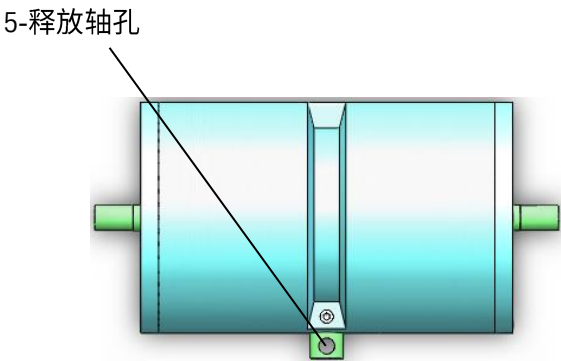

图 8-5 释放轴孔的正确位置
- 2) 用释放杆 3 端部的内六角扳手（或 M6 的内六角扳手）将锁紧状态的定位螺钉 2 松动至释放轴 1 可以自由转动（如该电磁铁的型号为 16E1^①，则跳过此步骤）；
- 6) 在保证释放轴孔 5 的位置竖直向上的情况下（见图 8-5），将定位螺钉 2 拧紧，使释放轴 1 不能转动。（如该电磁铁的型号为 16E1^①，则跳过此步骤）
- c) 正常运行时，务必保证：释放轴孔的位置竖直向上（见图 8-5），定位螺钉（见图 8-4）拧紧，且释放轴不能转动。释放杆须放在机房墙壁羊眼圈（见图 8-4）内。